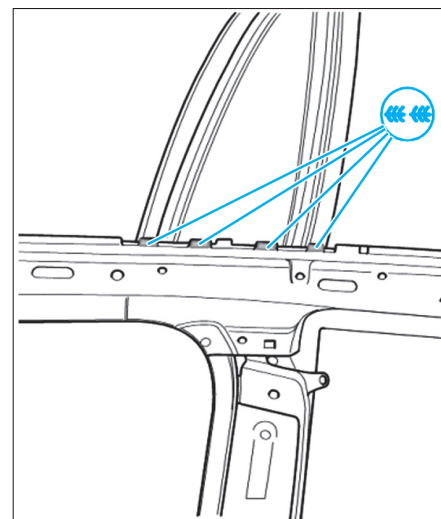

FIG. 96
- Souder comme illustré (Fig.96).